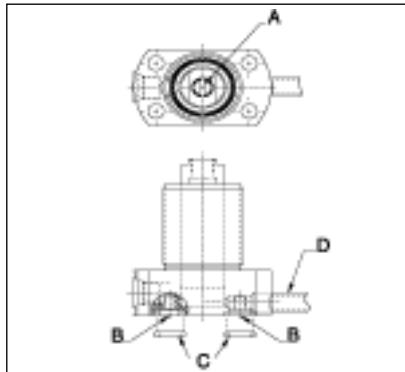

Figura 2
ser trabalhada no dispositivo. Caso o cilindro seja montado em manifold no dispositivo, através da entrada inferior, deve-se antes remover as tampas de entrada e as gaxetas de cobre. (ver item B, Figura 2). Lubrifique os "O rings"(anéis tipo "O") e instale-os (ver Figura 2) nos canais da conexão, antes de montar e aparafusar o cilindro tipo suporte. Certifique-se de que os "O-rings"(anéis tipo "O") não sejam "mordidos" ou danificados de qualquer forma, durante esta montagem, para evitar vazamentos. Para garantir que a montagem do manifold não apresenta vazamento, providencie uma superfície de montagem nivelada para o dispositivo, com uma precisão de 0,08 mm e que a rugosidade de superfície não ultrapasse Ra 0,8.
5. Caso haja risco da entrada de óleo de corte da usinagem, sujeira e cavacos no cilindro através do respiro de ventilação (ver Figura 2), coloque um tubo no respiro com uma linha que corre para uma área protegida de sujeira, óleo de corte, etc.